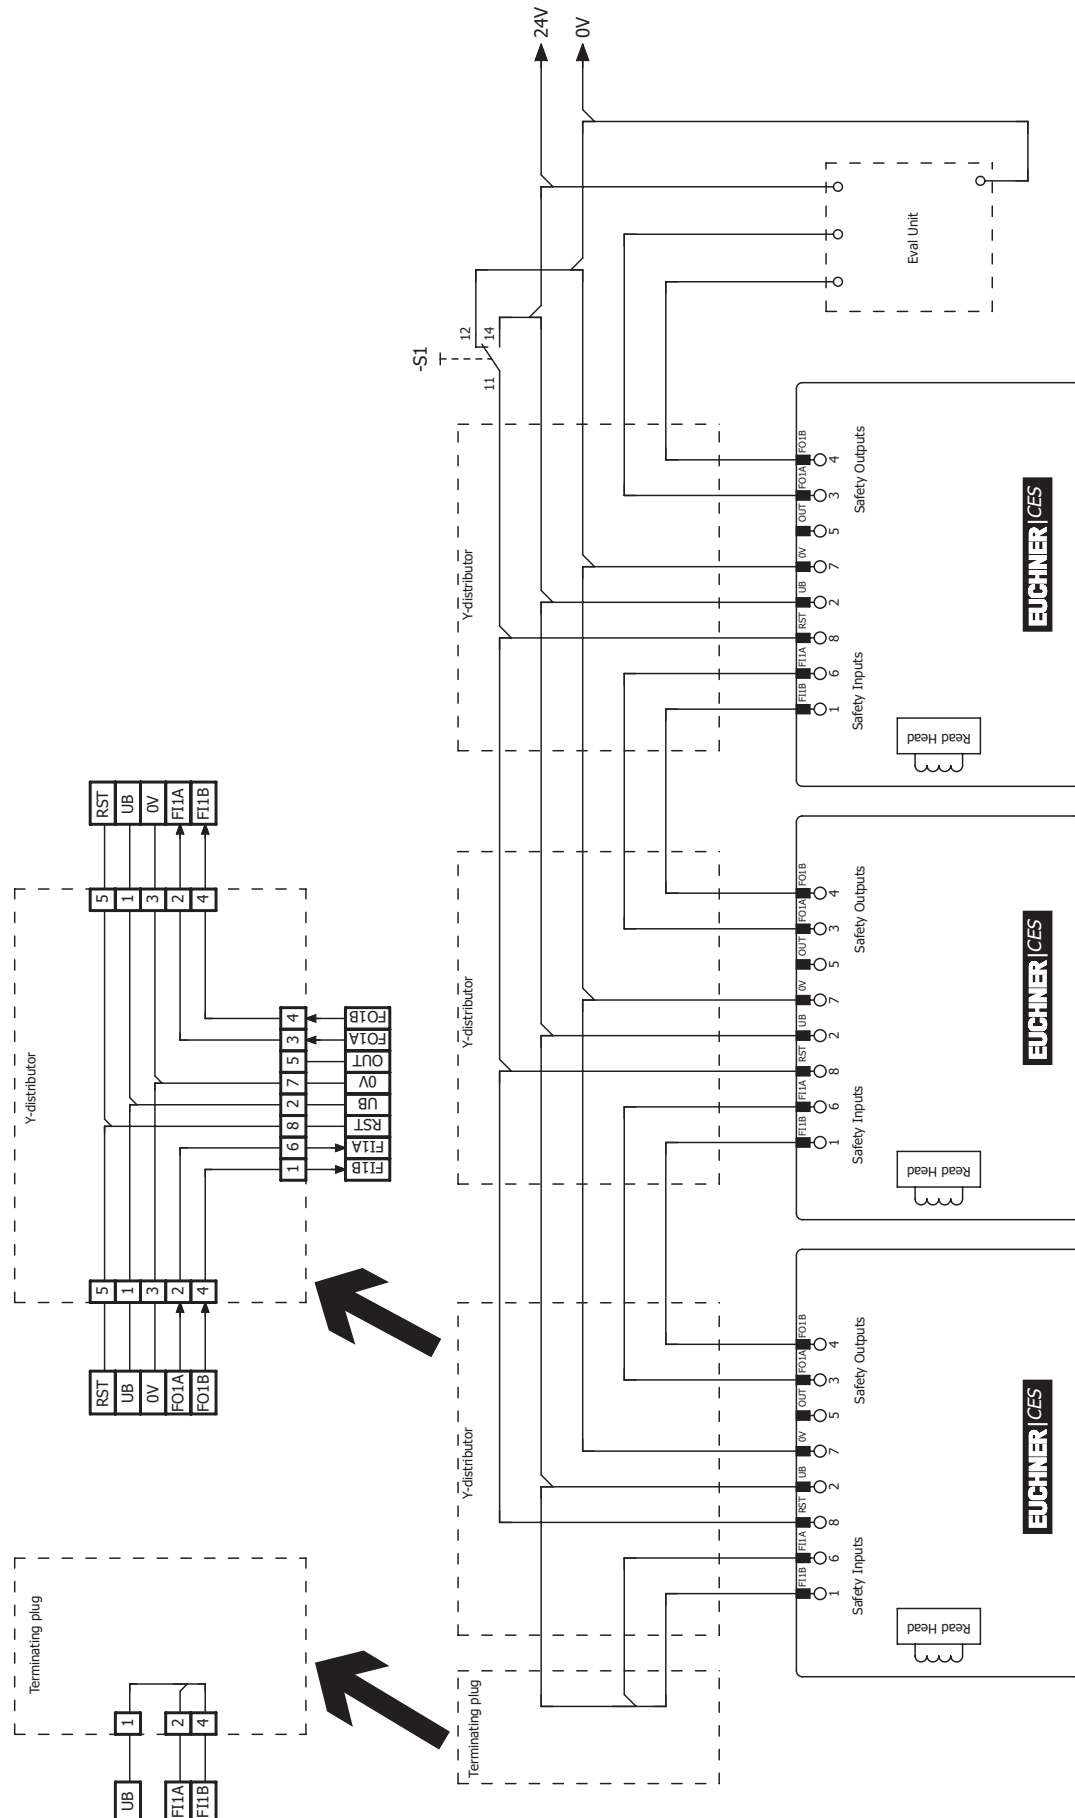

Fig. 4: Esempio di collegamento in serie con reset e deviatore
- › Si dovrà utilizzare un segnale comune per tutti i finecorsa di una catena. Questo potrebbe provenire da un deviatore oppure dall'uscita di un sistema di controllo. Un pulsante, in questo caso, non è idoneo poiché durante l'esercizio il reset deve sempre essere applicato a GND (vedi finecorsa S1 alla *Fig. 4 a pagina 21*).
Perché questo sia possibile, l'ingresso RST deve essere collegato come illustrato alla Fig. 4 a pagina 21.